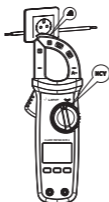

Figura 5
6. Detección sin contacto de campo eléctrico de CA (NCV, Figura 5)